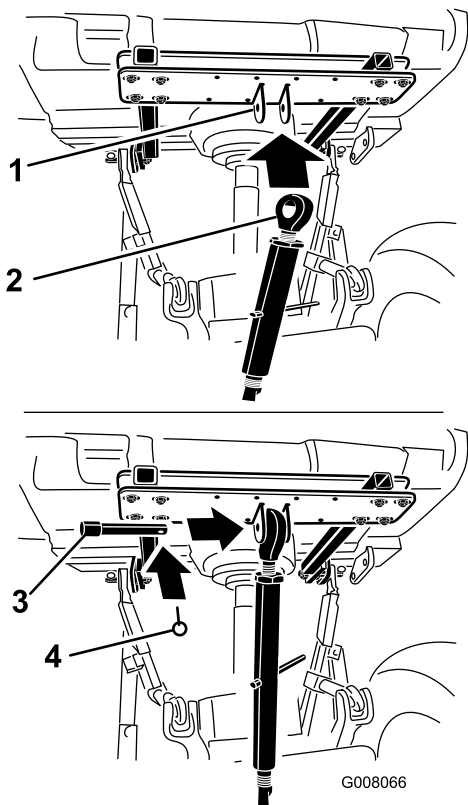

Figura 8
6. Conecte el brazo de enganche superior a la pestaña del travesaño del enganche y sujételo con un pasador de enganche y un pasador de seguridad (Figura 8).